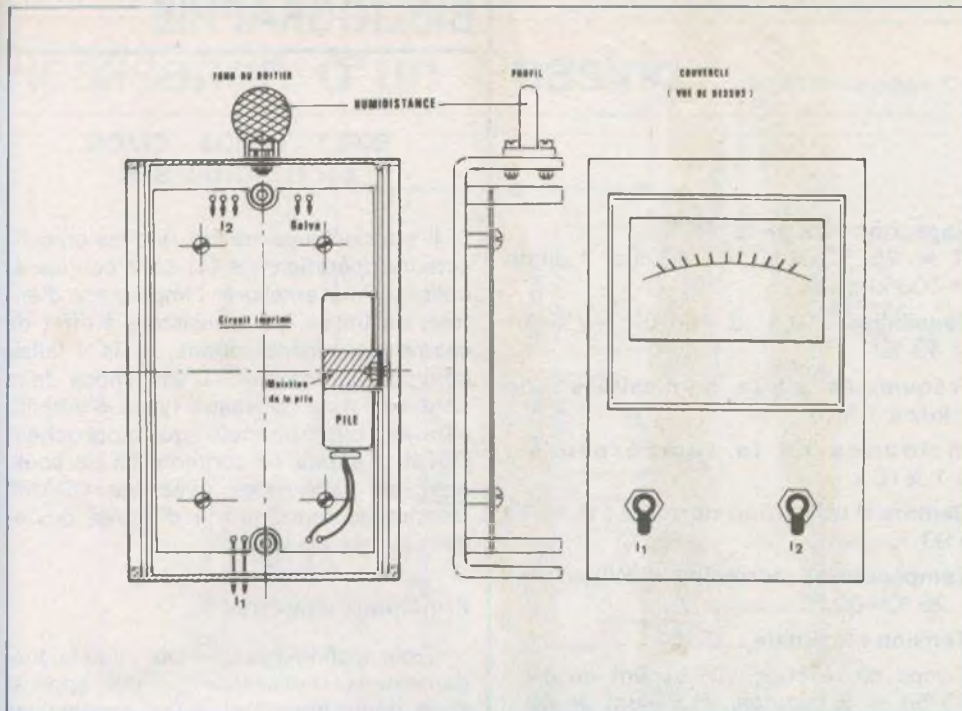

Fig. 8. — Le montage a été introduit à l'intérieur d'un coffret MMP.
d) Travail du boîtier MMP (fig. 8)
monte. La figure 8 est un exemple de réalisation, mais chacun peut l'aménager à son goût et à sa convenance. Il est bon cependant de monter un dispositif assurant le maintien de la pile. De même, l'humidistance RTC est à monter à l'extérieur du boîtier. On peut cependant imaginer de la monter à l'intérieur par un moyen de fixation approprié et en prévoyant un certain nombre de trous de façon à assurer la circulation de l'air ambiant et afin qu'elle puisse effectivement être en contact avec l'atmosphère environnante.